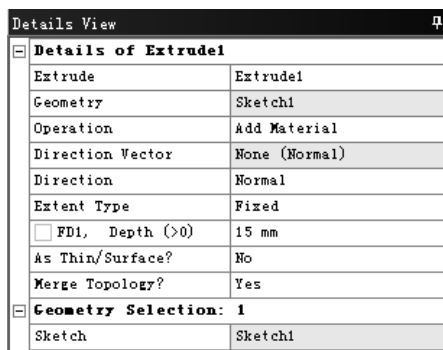

图 3.13.4 “Details View”对话框
(2) 在工具条中单击  Extrude 按钮，弹出图 3.13.4 所示的“Details View”对话框，使用草图 1 作为截面，在 **Operation** 下拉列表中选择 **Add Material** 选项，在 ☐ **FD1, Depth (>0)** 文本框中输入数值 15，其他采用系统默认设置值。单击工具条中的  Generate 按钮，完成拉伸特征 1 的创建。